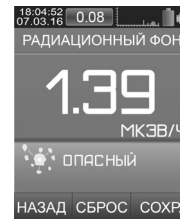

Рис. 12
- 3) Опасный радиационный фон. Необходимо немедленно покинуть данную зону (рис. 12).